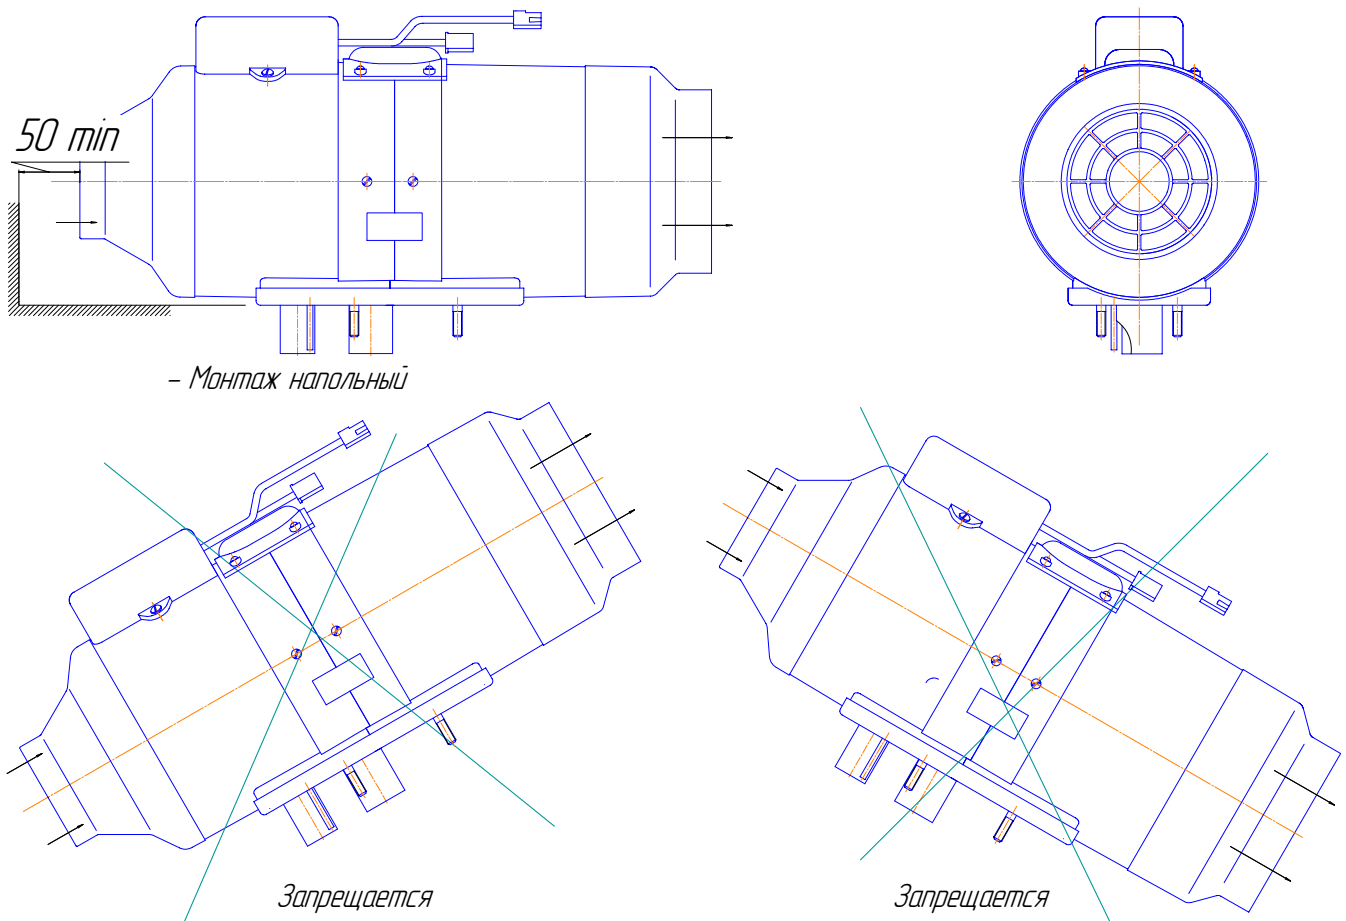
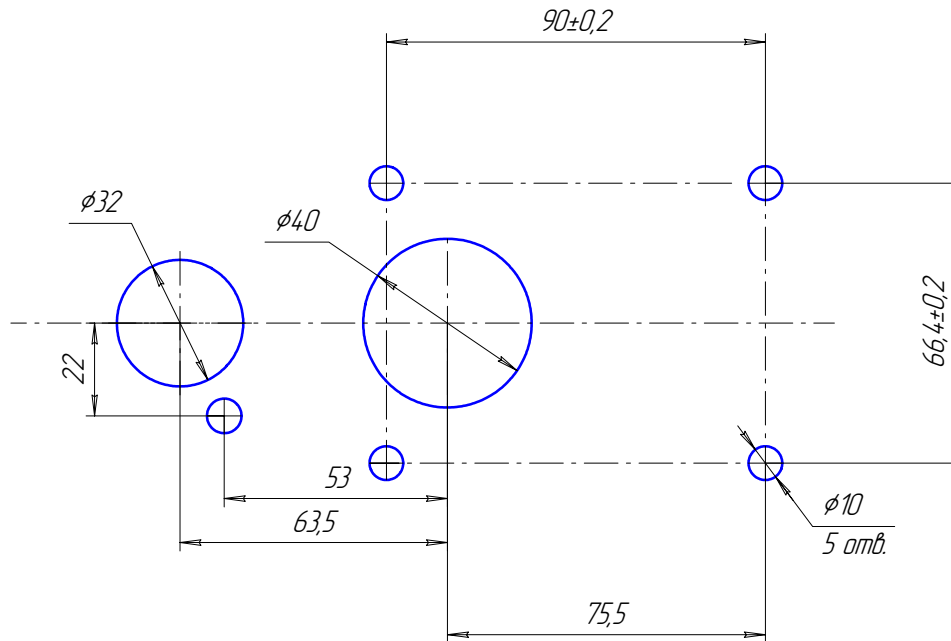

Рис.8.1 – Установка нагревателя
Рис. 8.2 – Монтажные отверстия для установки нагревателя
Монтаж нагревателя производить в соответствии с рис.8.1. Опорная поверхность для отопителя должна быть ровной. Входное отверстие нагревателя должно располагаться таким образом, чтобы в обычных рабочих условиях не могли попадать выхлопные газы двигателя автомобиля и отопителя. Расстояние от стенок, перегородок до торца входного отверстия нагревателя должно быть не менее 50 мм (см. рис.8.1). При монтаже и эксплуатации нагревателя необходимо предусмотреть защиту от попадания посторонних предметов во входное и выходное отверстия. Монтаж нагревателя проводить с учетом доступности демонтажа нагревателя, что приведет в конечном итоге к быстрому техническому обслуживанию. Отверстия в корпусе АТС (при толщине корпуса (пола) не более 3 мм) для монтажа нагревателя производить согласно рис. 8.2.
**ВНИМАНИЕ !!** Надежная работа отопителя зависит от правильного монтажа нагревателя. Нагреватель должен устанавливаться горизонтально согласно Рис. 8.1.